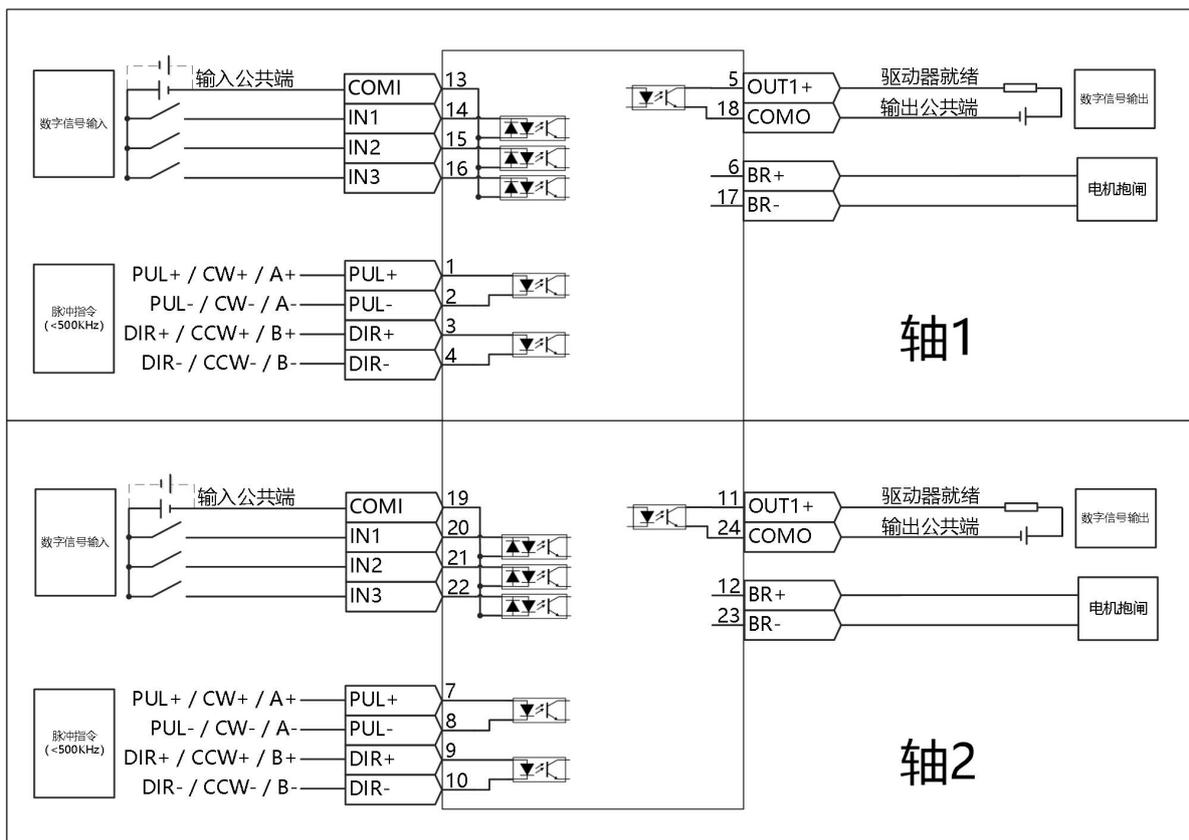
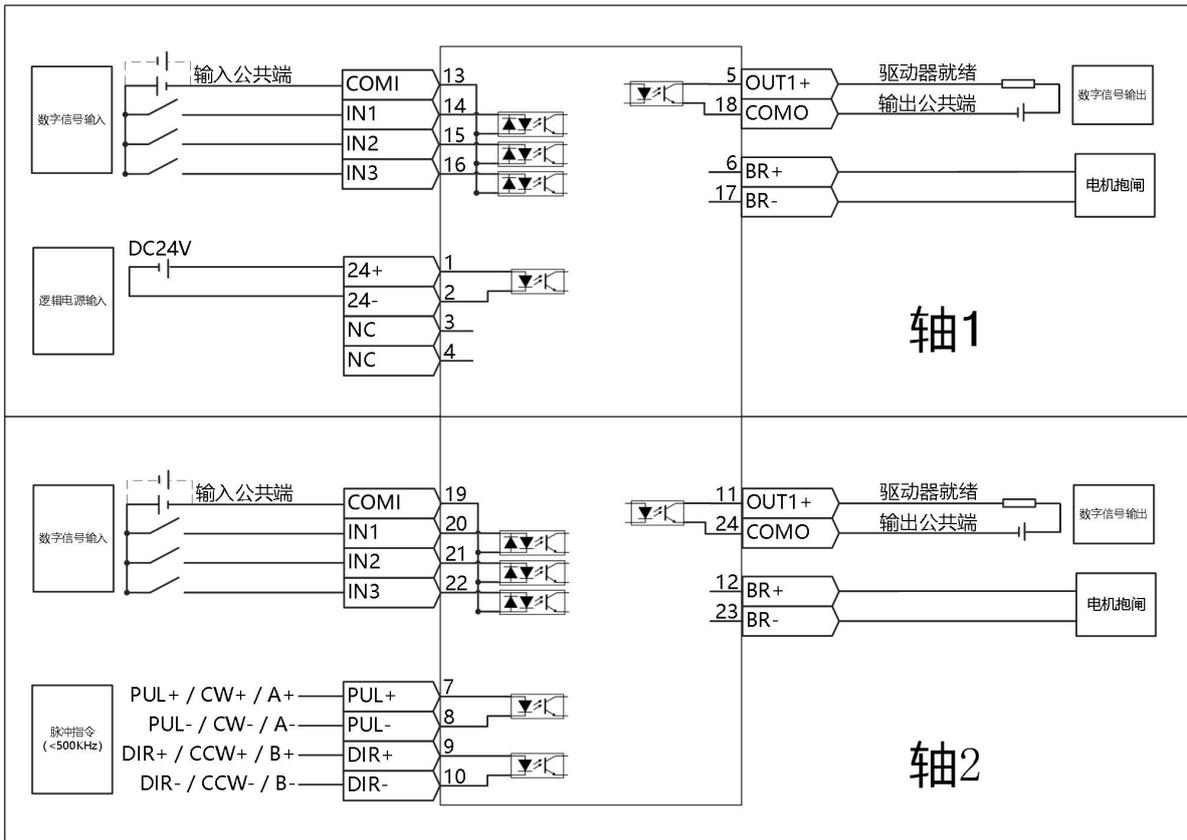

图 3-8 FD134S-LB-000-D2 外部输入输出口接线图
图 3-9 FD134S-CB-000-D2 外部输入输出接口接线图
- 图 3-8 以及图 3-9 输出为 NPN 接线方式，PNP 接线方式如图 3-10 所示。